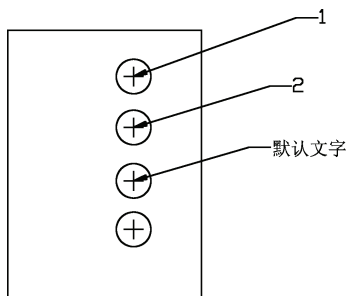

图 8-44 多重引线标注
- (1) 指定引线箭头的位置：在图形上定义箭头的起始点。
- (2) 引线箭头优先(H)：首先确定箭头。
- (3) 引线基线优先(L)：首先确定基线。
- (4) 内容优先(C)：首先绘制内容
- (5) 选项(O)：设置多重引线格式。
- (6) 指定引线基线的位置：确定引线基线的位置。
- (7) 指定文字的插入点：确定文字的插入点。
(8) 是否覆盖默认文字：如选择“是”，则用新的输入的文字作为引线内容。如选择了“否”，则引线提示内容为默认的文字。
**【例 8.13】** 在图 8-44 所示的图形上标注多重引线，内容分别为“1”、“2”和“默认文字”。
重复，在提示是否覆盖默认文字时，回答“否”，结果如图 8-44 所示。
(1) 选择多重引线: 选择要编辑修改的多重引线。
(2) 指定引线箭头位置: 指定箭头指向位置。
(3) 删除引线(R): 选择 R 选项后，指定删除的引线则将该引线删除。
(4) 添加引线(A): 添加引线到多重引线中，随后要指定箭头位置。
**【例 8.14】** 在图 8-44 所示的图形上将多重引线中的 1 删除，再添加一引线到默认文字标注上。